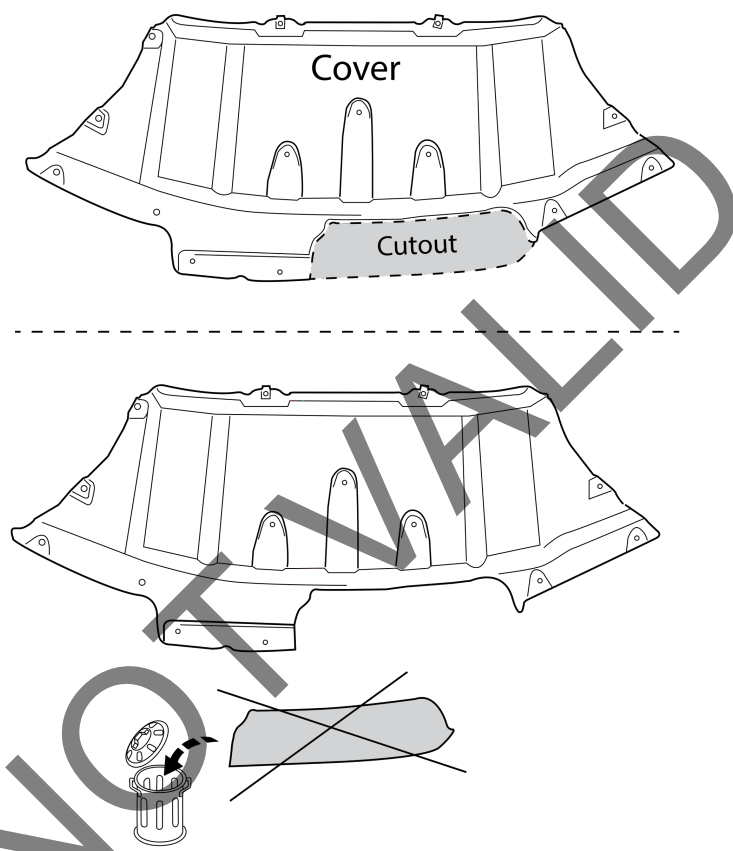

Fig. 3
6. Отпилить обозначенную часть, как указано на рис. 3 & 4.